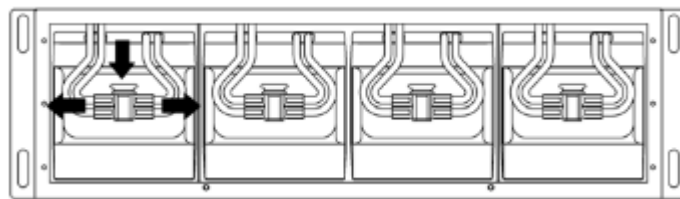

FIG. 4
14. Appuyez pour déverrouiller les supports de connecteur de batterie, un sur chaque module de batterie. (FIG. 4)
15. Débranchez les connecteurs de batterie (rouge et noir), un sur chaque module de batterie. (FIG. 4)
16. Saisissez les pattes de traction de la batterie et retirez délicatement les modules de batterie du bloc-batterie, un par un, puis posez-les sur le sol. (FIG. 4)